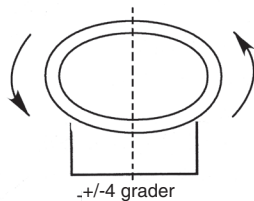

Fig. 3A
4. Använd väggfästet som mall, märk ut skruvhålen på monteringsytan, borra hål för fästskruvarna, där strålkastaren skall monteras. Använd lämpliga skruvar och ev. pluggar strålkastaren skall monteras stabilt! Placera strålkastaren horisontellt ( $\pm 4^\circ$ ) (Fig. 3A).